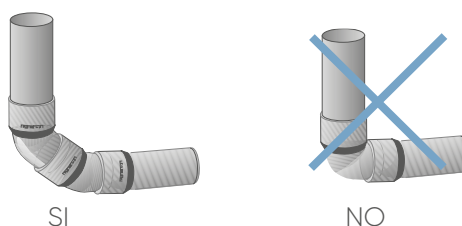

Fig.19
- Porre attenzione ai cambi di direzione e al piede di colonna come in Fig.19